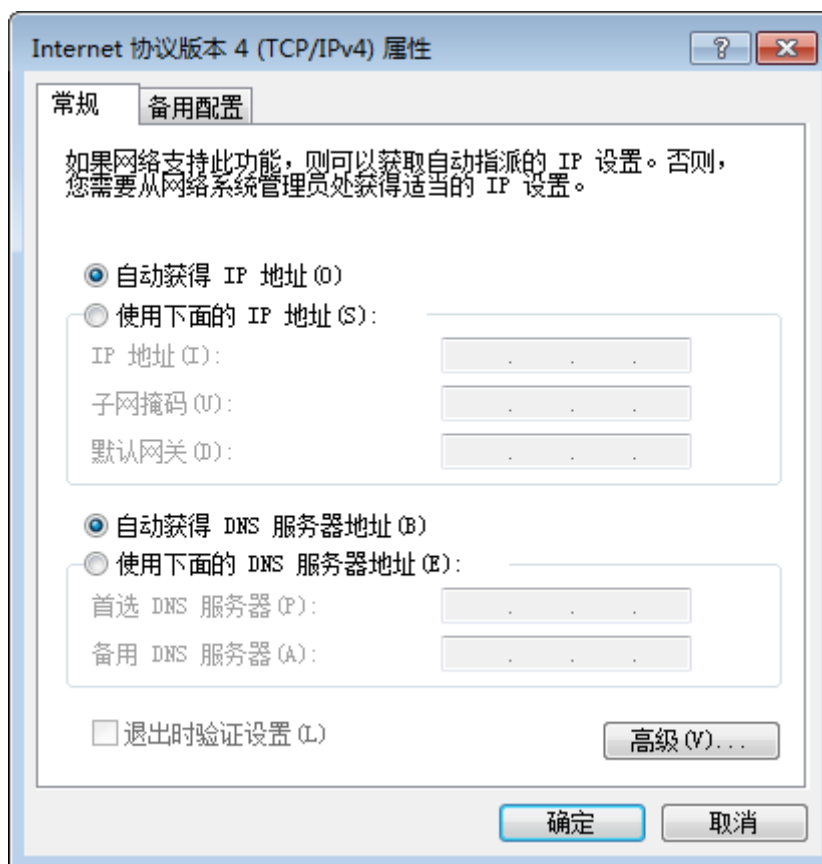

图3-2 图 3-2 本地网卡配置
1. 依次打开电脑上的控制面板»网络和 Internet»网络和共享中心»更改适配器配置，选择对应的网卡，将网卡配置成自动获得 IP 地址或手动分配与相机同一网段地址，如图 3-2 所示。